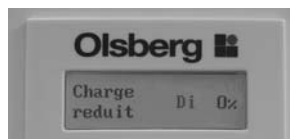

Fig.24
- En appuyant sur OK, vous pouvez effectuer des réglages manuellement. Vous accédez à la commande de menu Jour de la semaine et à la baisse du niveau de charge correspondante (Fig. 24). Avec les touches + ou -, vous pouvez régler le jour de la semaine et confirmer avec OK, puis définir avec + ou - la baisse du niveau de charge correspondante (de 0 à 70%). Avec OK vous validez cette paire de valeurs. Vous pouvez ensuite définir d'autres jours de la semaine avec les baisses correspondantes.